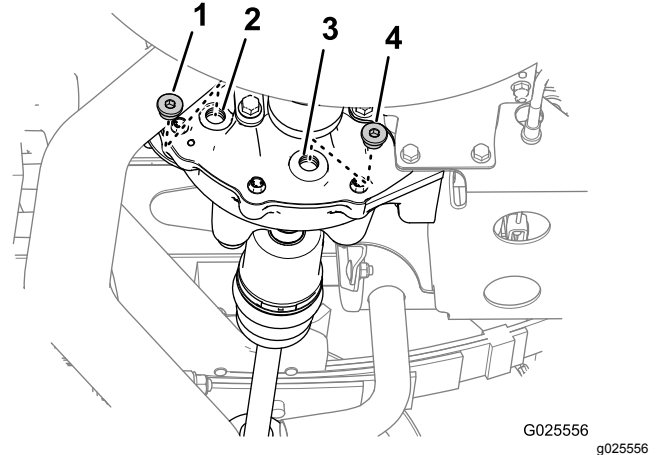

Bild 65
1. Stellen Sie eine Auffangwanne unter die Ablassschraube (**Bild 65**).
2. Entfernen Sie die Füllschraube vom Füllanschluss und die Ablassschraube vom Ablassanschluss des Differenzials (**Bild 65**).
4. Setzen Sie die Ablassschraube in den Ablassanschluss (**Bild 65**) ein und ziehen Sie diese auf ein Drehmoment von 14-19 N·m an.
5. Füllen Sie 550 ml der angegebenen Ölsorte in den Füllanschluss des Differenzials (**Bild 65**).
6. Setzen Sie die Füllschraube in den Füllanschluss (**Bild 65**) ein und ziehen Sie dies auf ein Drehmoment von 14-19 N·m an.